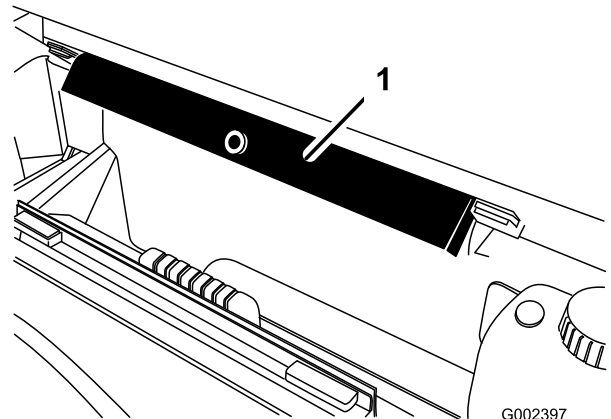

Bild 83
10. Nehmen Sie die Ladepritschenstütze aus den Einlagerungshalterungen hinten an der Überrollschutzplatte (Bild 83).